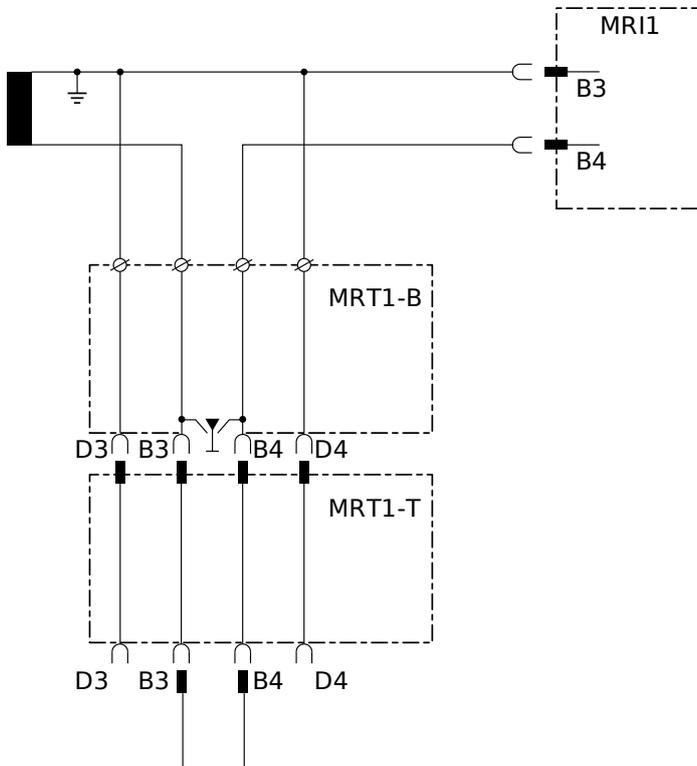

Abbildung 2.3: Normaler Betrieb
Die Testeinheit MRT1 besteht prinzipiell aus zwei Komponenten, der Basiseinheit MRT1-B und dem Testeinschub MRT1-T. Die Basiseinheit besteht bei der Gerätevariante im Einzelgehäuse (D) aus einem Leergehäuse, einem Anschlusssockel mit integrierten Kurzschließern und einer Abdeckplatte auf der Gerätefront. Bei den Geräten für 19" Baugruppenträger besteht die Basiseinheit aus dem Anschlusssockel mit integrierten Kurzschließern und einer Abdeckplatte (12 TE). Der Testeinschub MRT1-T passt sowohl in das Einzelgehäuse als auch in den 19" Baugruppenträger. Dieser Testeinschub führt die Anschlüsse vom Anschlusssockel der Basiseinheit zur Gerätefront auf 4 mm Prüfbuchsen. Wird die Testeinheit MRT1 nur zum gelegentlichen Testen der Schutzgeräte benutzt, so kann für jedes Schutzgerät der HighTECH Line, welches getestet werden soll, eine Basiseinheit MRT1-B fest neben diesem Gerät eingebaut und der Testeinschub durch Tauschen für mehrere HighTECH Line-Geräte verwendet werden. Durch integrierte Kurzschließer in den Basiseinheiten kann der Testeinschub, auch während des Betriebes der Anlage, eingeschoben und herausgezogen werden, ohne dass angeschlossene Stromwandler Schaden nehmen. Dabei ist zu beachten, dass entsprechend der Abbildung 2.3 die mitgelieferten Kurzschlussbrücken gesteckt sind.
Exemplarisch für die übrigen Phasen ist hier nur die Stromprüfung in Phase 1 beschrieben. Abbildung 2.3 zeigt die komplette Testeinheit MRT1 mit gestecktem Testeinschub während des Betriebes der Anlage.